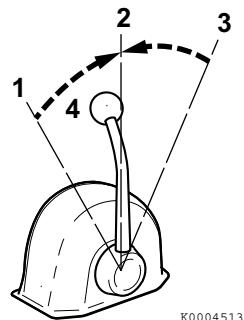

Figura 2
Use o manípulo do Acelerador (**Figura 2, (4)**) para controlar a aceleração e a desaceleração. Mova o manípulo devagar.
2. Quando muda entre MARCHA-À-FRENTE (Figura 2, (1 ou 3)) e MARCHA-À-RÉ (Figura 2, (3 ou 1)), coloque a embraiagem em NEUTRO (Figura 2, (2)) e faça pausa antes de mudar lentamente para a posição desejada. Nunca passe abruptamente de MARCHA-À-FRENTE para MARCHA-À-RÉ ou vice-versa.